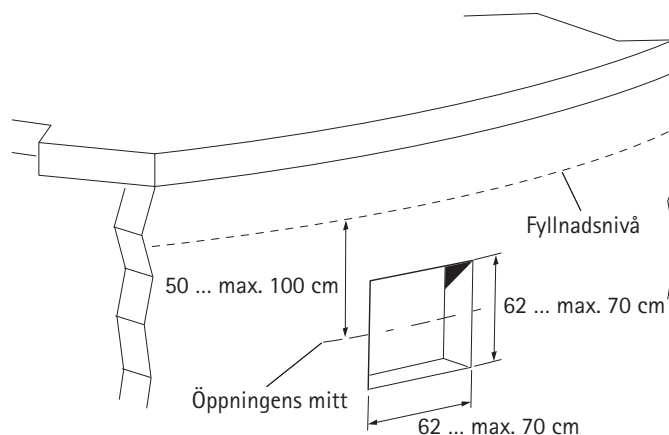

Bild 4: Utförande av en öppning i bioreaktorns vägg (standardutförande)
- Om hålet anordnas redan vid byggnation av behållaren, bör detta ske enligt bild 4 och ovan nämnda villkor med minst $\square$ 62 till max. $\square$ 70 cm och mellan 50 cm och 100 cm under normal fyllnadsnivå. I kombination med ett andra tätningsmembran kan öppningens mitt anordnas upp till maximalt 150 cm under den fyllnadsnivån.